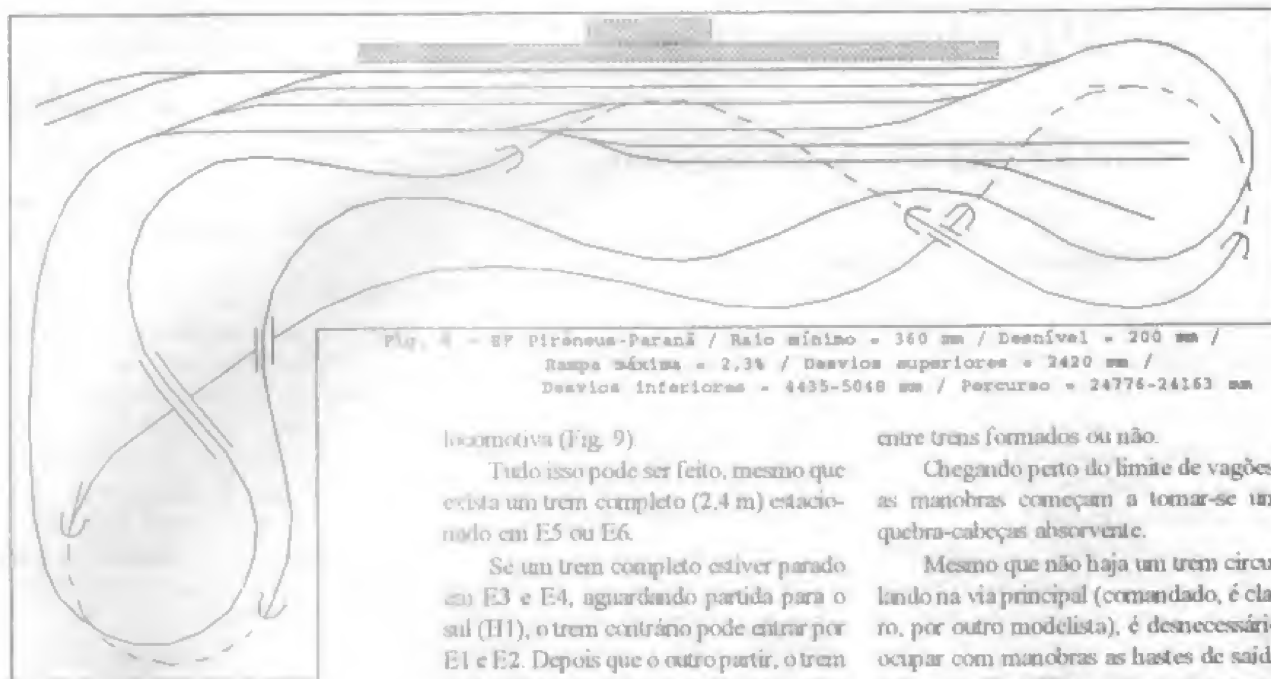

Fig. 4 - SP Pirineus-Paraná / Raio mínimo = 360 m / Desnível = 200 m /
- H1 e L1 – A haste sul e a linha sul, à esquerda da estação (Fig. 4)